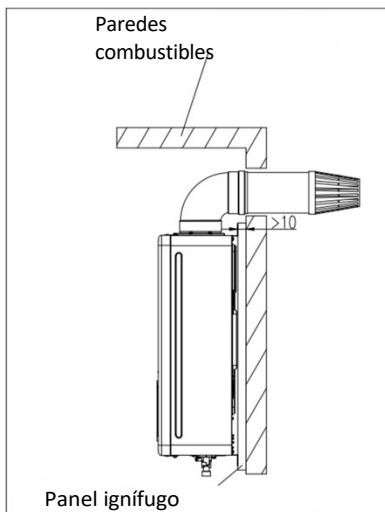

Fig. 8 (Unité : mm)
- Cuando los materiales de las habitaciones de instalación sean combustibles o inflamables, se debe utilizar un panel ignífugo para aislar, una placa resistente al calor y un espacio en la pared superior a 10 mm, y el tamaño de la placa calefactora debe ser 10 mm mayor que el de la carcasa del calentador de agua. (Fig. 8)